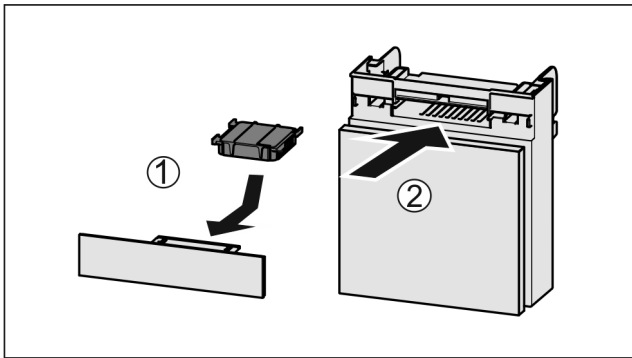

Fig. 58
- ▶ Вставити фільтр з активованого вугілля за малюнком Fig. 58 (1).
- ▶ Вставити відділення Fig. 58 (2).